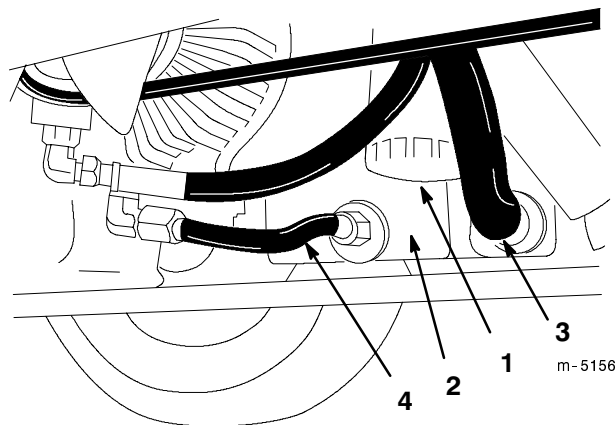

Bild 37
2. Reinigen Sie den Bereich um den Hydraulikölfilter und entfernen diesen von der Unterseite des Filtergehäuses. Verwenden Sie dabei einen Filterschlüssel (Bild 37).
3. Klemmen Sie die Rohr- und Schlauchgruppe vom Behälter ab und lassen das Öl in ein Auffanggefäß ablaufen (Bild 37).
4. Bringen Sie einen neuen Hydraulikölfilter am unteren Ende des Filtergehäuses an (Bild 37).
5. Bringen Sie die Rohr- und Schlauchgruppe am Behälter an (Bild 37).
1. Entfernen Sie den Hydraulikölfilter von seinem Ansatz. Verwenden Sie dazu einen Filterschlüssel (Bild 37). Entsorgen Sie den alten Filter vorschriftsmäßig.